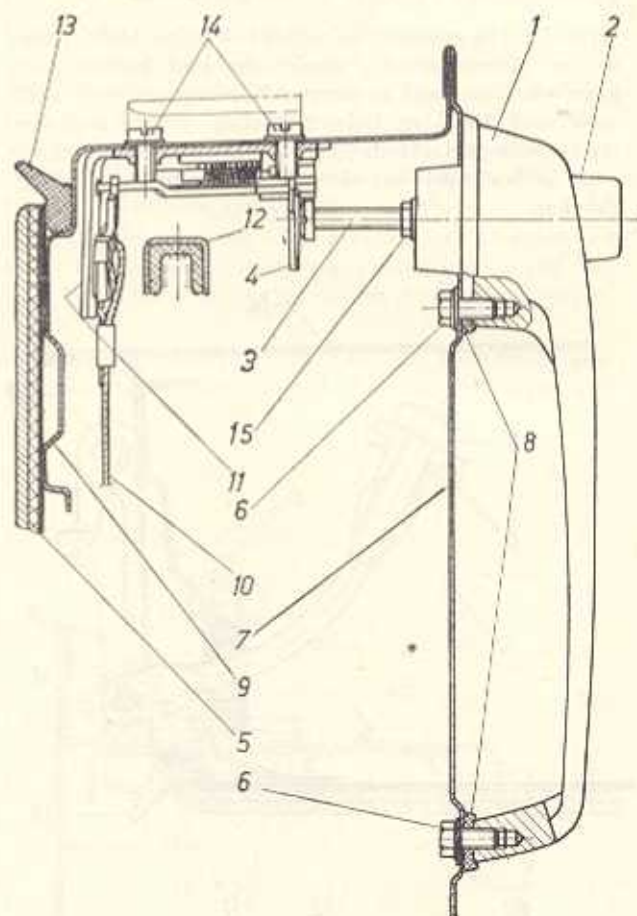

Bild K 31. Türaußengriff
6.2.3.1. Türaußengriff der vorderen Tür (Bild K 31)
6.2.3.2. Türaußengriff der hinteren Tür (Bild K 31)
Der Übertragungshebel ist drehbar auf die Grundplatte genietet, die wiederum mit zwei Sechskantschrauben $M 5 \times 10$ am Türinnenblech angeschraubt ist. Am Hebel ist mit dem Gewindenippel und der Zylinderschraube $M 4 \times 8$ ein Seilzug angeklemt, dessen anderes Ende in einen Haken eingehängt ist. Dieser Haken ist der Teil eines Rasthebels, der das Rastrad im Schloß freigibt (s. Bild K 31).